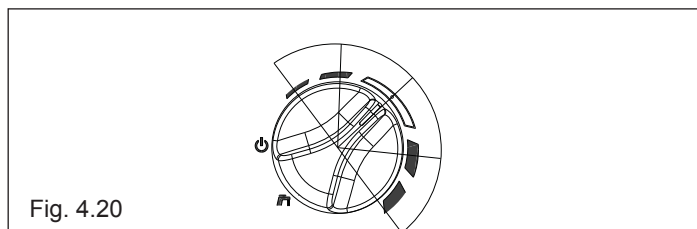

Fig. 4.20
A) sin visualizador, como se indica en la configuración estándar. En este caso, los valores se configuran girando el botón esférico de calentamiento - véase fig. 4.20